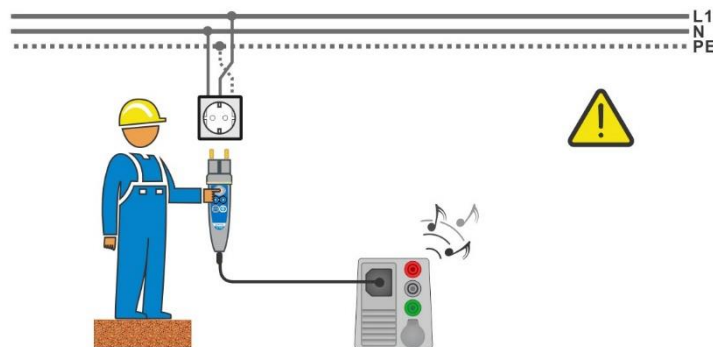
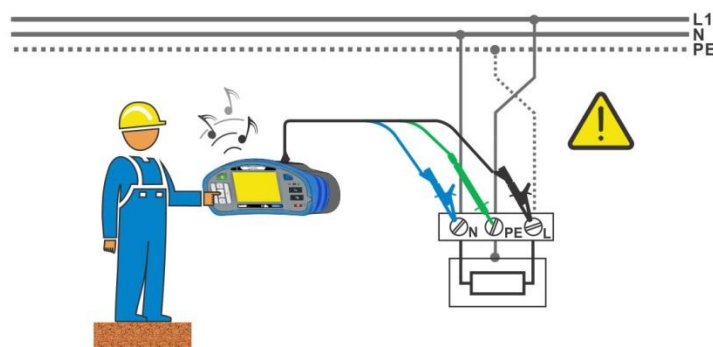

Abbildung 1.1: Vertauschte Leiter L und PE (Commander-Prüfstecker)
Abbildung 1.2: Vertauschte Leiter L und PE (Verwendung des 3-Leiter Prüfadapter)
- › Schließen Sie die Prüflleitungen am Prüfling an, siehe **Abbildung 1.1** und **Abbildung 1.2**.